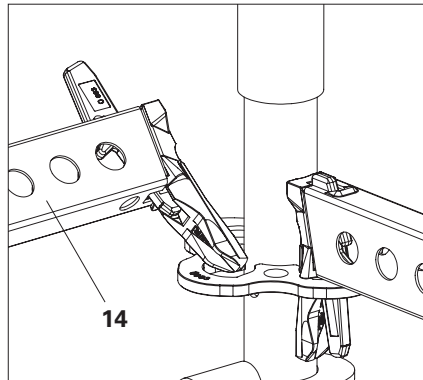

Fig. A3.04a
1. Collocare il corrente orizzontale UH (**14**) o UHV in obliquo su entrambe le rosette e posizionarlo verticalmente. (Fig. A3.04a)